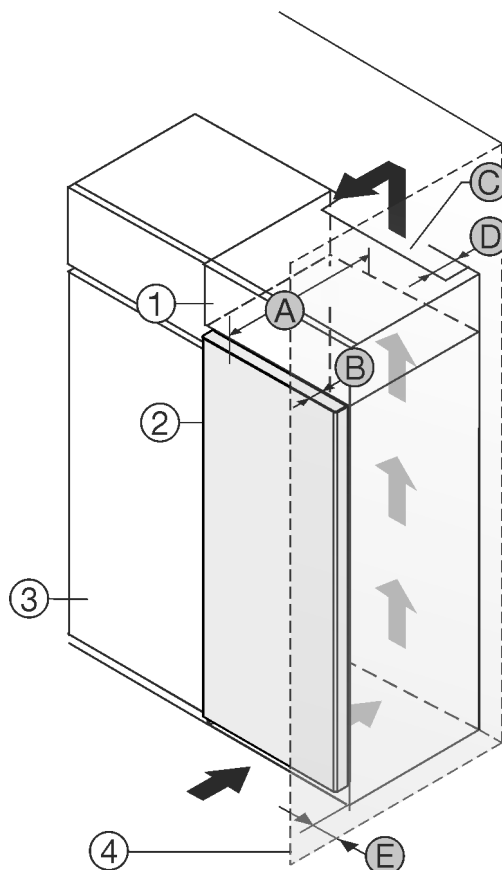

Fig. 1
Du kan ställa apparaten direkt bredvid köksskåpet Fig. 1 (3).*
Bakom överskåpet måste det finnas en luftspalt med djupet Fig. 1 (D) längs hela överskåpets bredd.*
Under taket måste angiven ventilationsprofil Fig. 1 (C) följas.*
Om du placerar apparaten med gångjärnen bredvid en vägg Fig. 1 (4) måste avståndet mellan apparaten och väggen vara minst 13 mm.*
För att dörren ska kunna öppnas helt måste apparaten sticka ut från köksskåpets front med samma mått som dörrens djup Fig. 1 (B). Beroende på köksskåpens Fig. 1 (3) djup och om väggavståndshållare används kan skåpet skjuta ut ännu mer.*